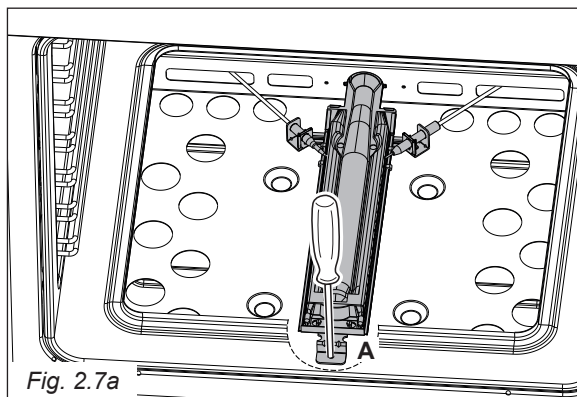

Fig. 2.7a
- Svitare e togliere la vite "A" che fissa il bruciatore (fig. 2.7a).